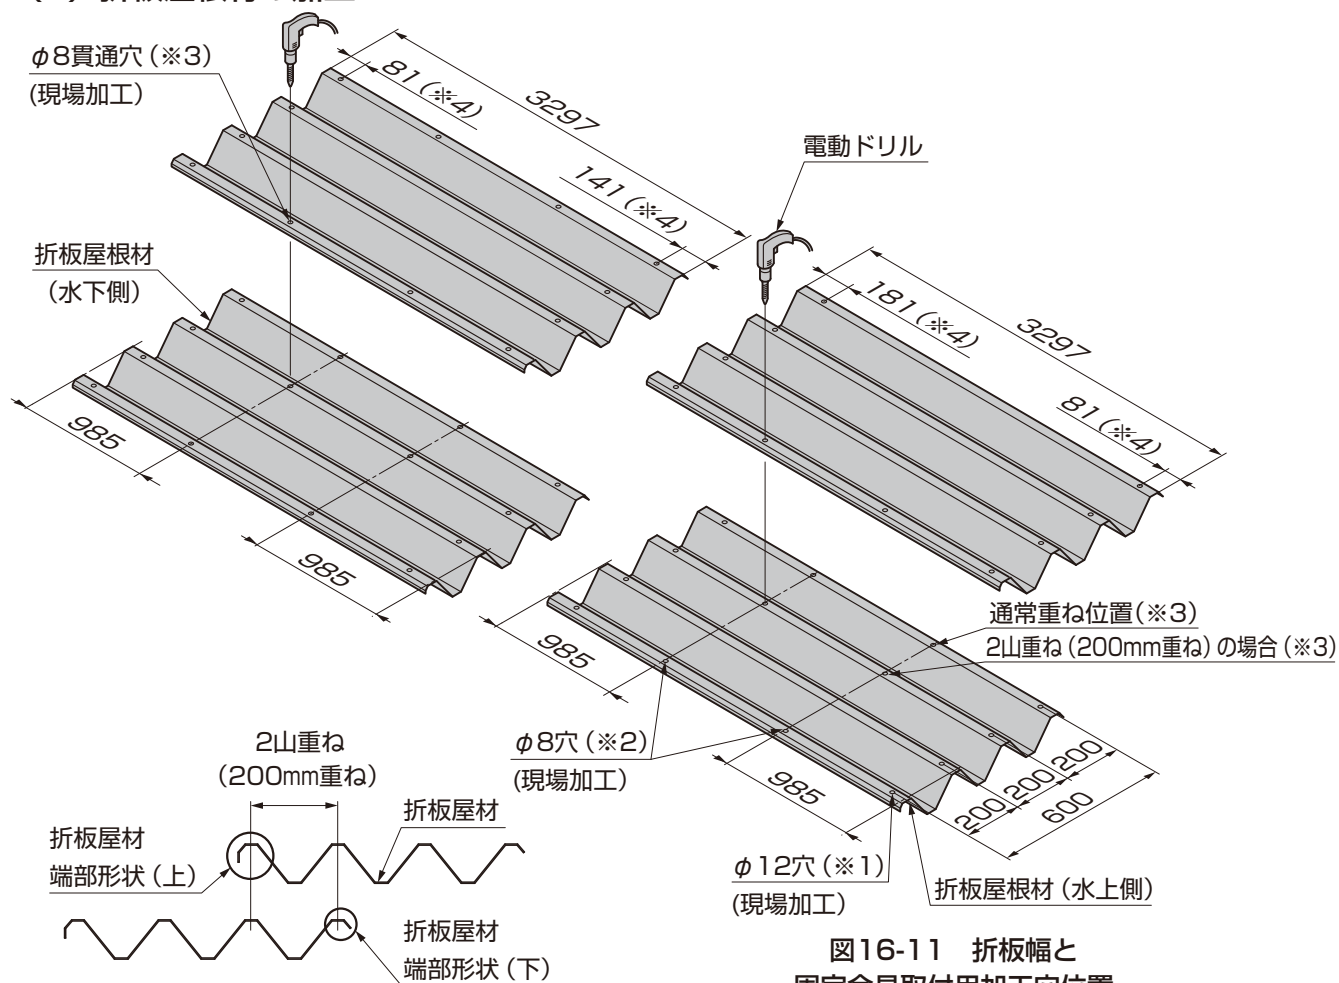

図16-11 折板幅と
- ①折板屋根材の両端部に片側4ヶ所ずつ、合計8ヶ所φ12の穴(※1)をあけてください(図16-11参照)
- ②折板屋根材と折板屋根材を重ね合わせて、折板屋根材の中央部(※2)(※3)に等間隔で2ヶ所、φ8の下穴をあけてください。(図16-11参照)
- 折板屋根材の端部形状には上下がありますので、図16-11にしたがって重ねあわせてください。